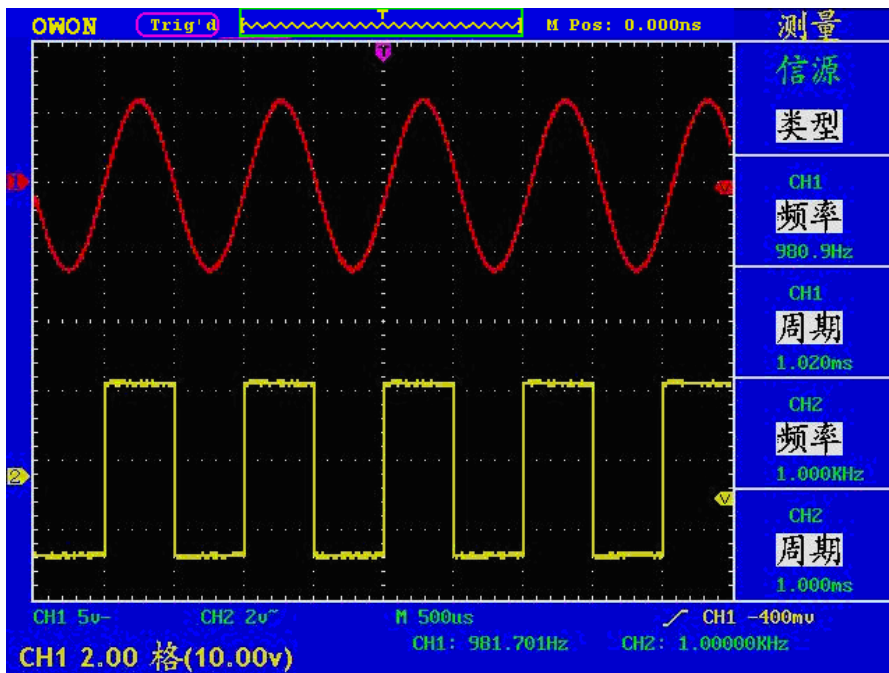

图 5-13: 垂直位置信息
3. 调整通道波形的垂直位置时，屏幕在左下角显示垂直位置信息。见图 5-13。